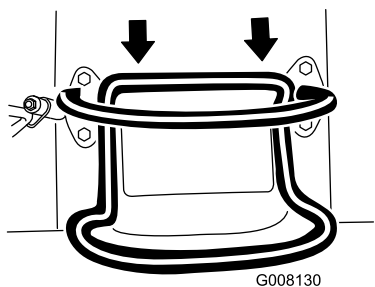

Bild 7
- Bewegen Sie den Fahrtriebshebel nach hinten, um rückwärts zu fahren (Bild 7).